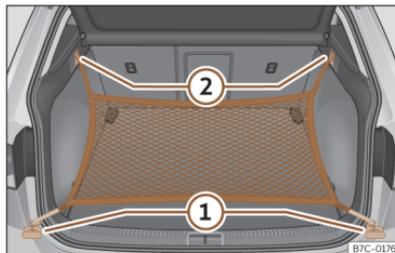

Fig. 166 Dans le coffre à bagages : œillets ① et crochets ② pour accrocher le filet.
- Fixez les crochets courts du filet aux œillets d'amarrage >>> **fig. 166** ① >>> ⚠. La fermeture à glissière du sac doit rester vers le haut.
- Fixez les rubans aux crochets pour accrocher des sacs ②.